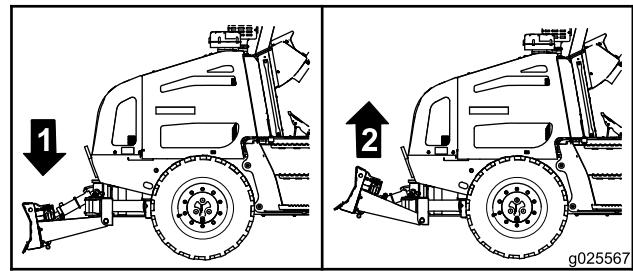

Figura 50
- Para bajar la hoja de relleno: mueva el joystick hacia adelante (Figura 50).
- Para elevar la hoja de relleno: mueva el joystick hacia atrás (Figura 50).